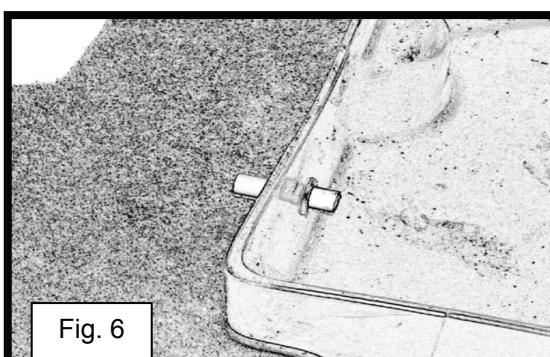
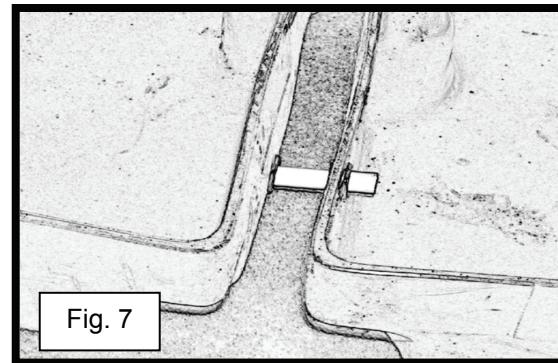

Fig. 6
Fig. 7
OPMERKING: Als u veel weerstand voelt, probeer dan om de buis met de hand iets verder in de ring te duwen. Als u voelt dat de weerstand tussen de buis en de ring verdwenen is, begint u opnieuw licht te kloppen met de hamer. Ondersteun de ring aan de andere kant van de vergaarbak met uw vingers en blijf kloppen totdat de buis helemaal door de ring steekt (zie fig. 6).
6) Zodra de met teflon gecoate buis helemaal door de ring in de eerste vergaarbak steekt (zie fig. 6), brengt u de ring van de tweede vergaarbak in lijn met de uitstekende buis (zie fig. 7). (Zie instructie 4.)